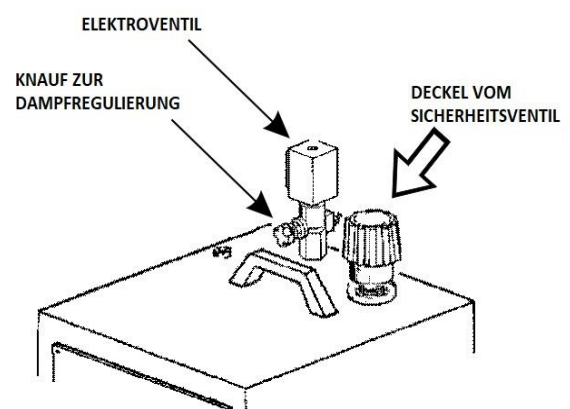

Abb. 3
9. **Der Ventildeckel (Abb. 3) darf nie durch Deckel anderer Arten ersetzt werden. NB Der Ventildeckel ist auf 4,5 bar eingestellt und hat auch die Funktion eines Sicherheitsventils.**
5. Sollte das halbautomatische Modell BARBARA 31 in Kombination mit einem nicht dampf-absaugenden Bügelbrett verwendet werden, können Wasserflecken auf dem Tisch entstehen. Verringern Sie in diesem Fall den Dampfstrom des Bügeleisens mit dem Dampfeinstellknopf (Abb. 3). Es ist daher ratsam, das Gerät mit einem beheizten Bügeltisch, der den Dampf aufsaugt zu gebrauchen.
3. Drehen Sie den Ventildeckel um 360° (Abb. 3) und warten Sie, bis der gesamte Dampf entwichen ist. Deckel vorsichtig abschrauben, entfernen und ca. 5/10 Minuten warten;